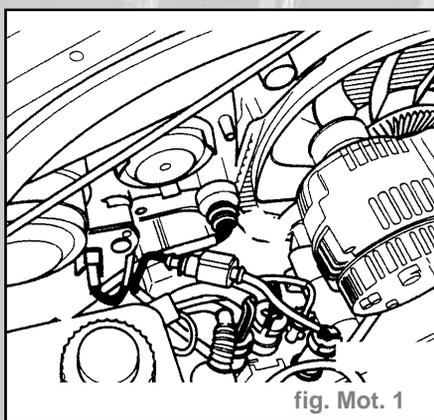

fig. Mot. 1
- Débrancher les connecteurs à gauche et à droite des phares et du dispositif de réglage des phares en hauteur (fig. Mot. 1).